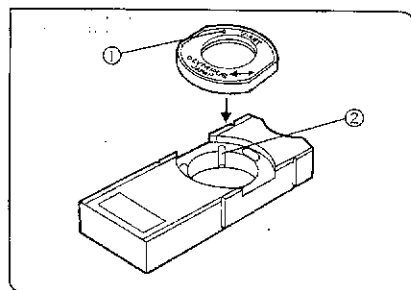

図 99
(図99, 100)
- 2) アナライザ(U-ANT)の指標①と、ダミースライドのみぞ②に合わせて取付座に落とし込みます。(図99)